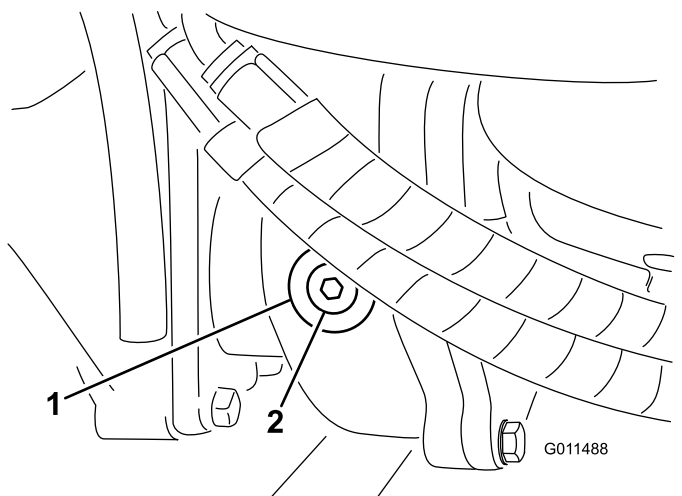

Bild 17
2. Entfernen Sie die Prüf-/Füllschraube an der linken Getriebeseite und stellen sicher, dass das Öl die Unterseite des Lochs erreicht (Bild 17).